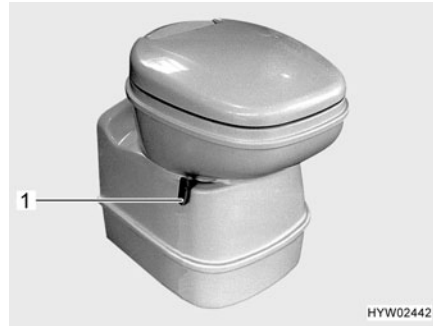

Fig. 187 Taza del inodoro Thetford, basculable
- Antes del lavado, abrir la corredera del inodoro Thetford. Para ello, empujar la palanca de corredera (Fig. 187,1) en sentido contrario a las agujas del reloj.
- Girar la palanca de corredera (Fig. 187,1) en sentido de las agujas del reloj. Se cierra la corredera. Para el vaciado **debe** estar cerrada la corredera en el inodoro Thetford.